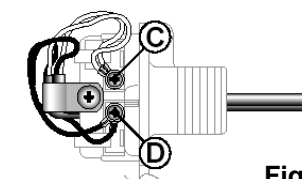

Fig. 8
4. Allentate le viti di fissaggio dei punti (C) e (D). Collegatevi i connettori del cavo elettrico e stringete le relative viti. Non è necessario rispettare colore o polarità del cavo. (Fig.8)